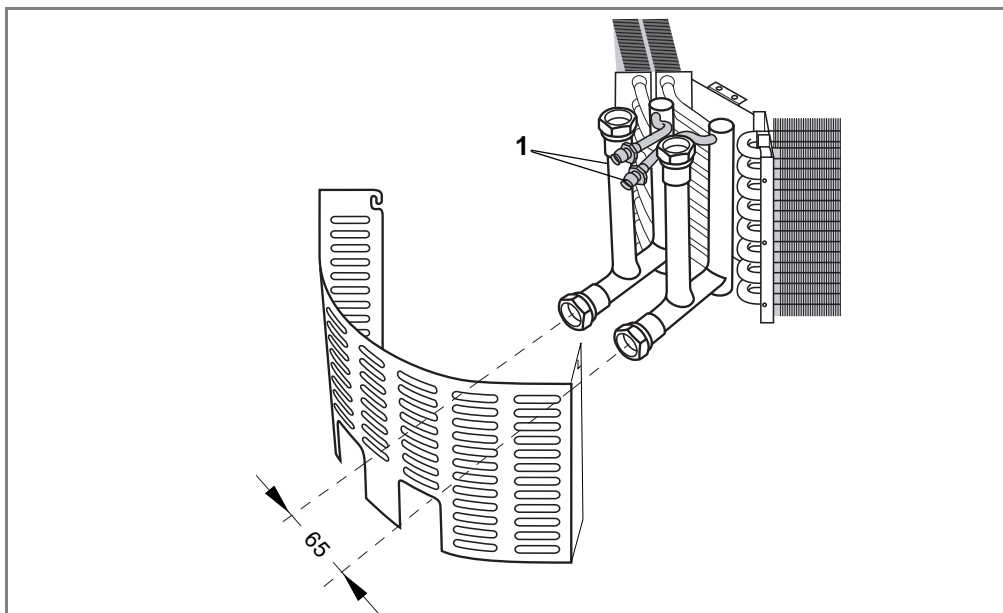

Abb. 7-2: Entlüften des Wärmetauschers
- Öffnen Sie mit einem Entlüftungsschlüssel die erste Entlüftungsschraube (s. Abb. 7-2).